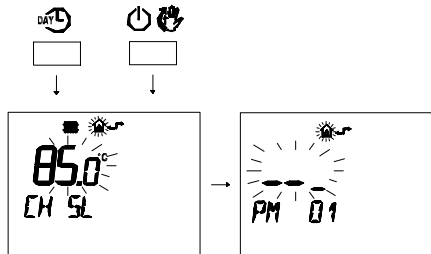

Fig. 5.68
- Premere contemporaneamente i pulsanti e per entrare nella programmazione trasparente (Fig. 5.68)